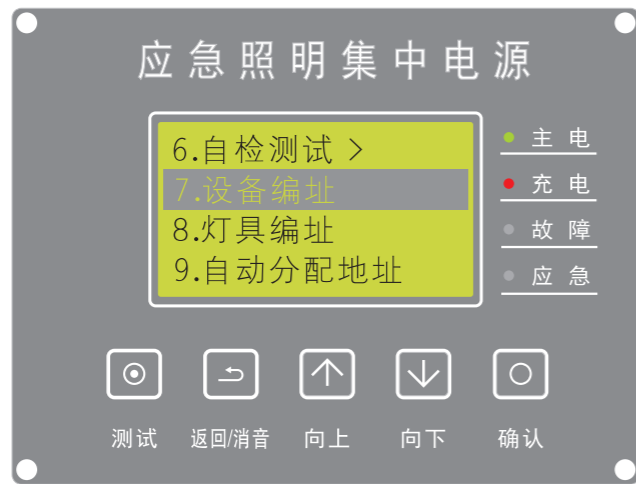

图15
(8)、设备编址：在主屏时，按【确认】键进入菜单，按【向上/向下】选择【设备地址设置】（如图15）按确认键进入。